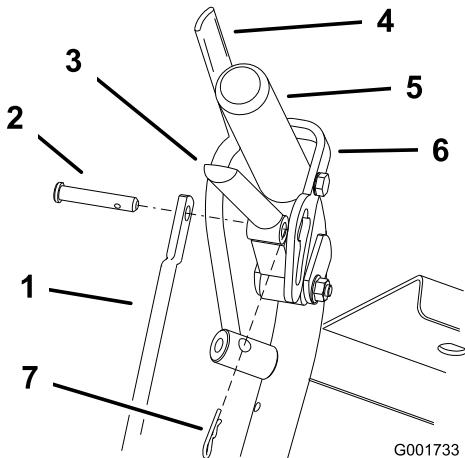

Figure 42
- Ajustez la longueur de la tige en relâchant le levier de déplacement et en enlevant la goupille fendue et l'axe de chape. Tournez la tige dans la fixation (Figure 42).
- Placez l'axe de chape dans le levier de déplacement (Figure 42).
- Placez la goupille fendue entre les leviers de déplacement et les verrous de point mort, et dans les axes de chape (Figure 42).